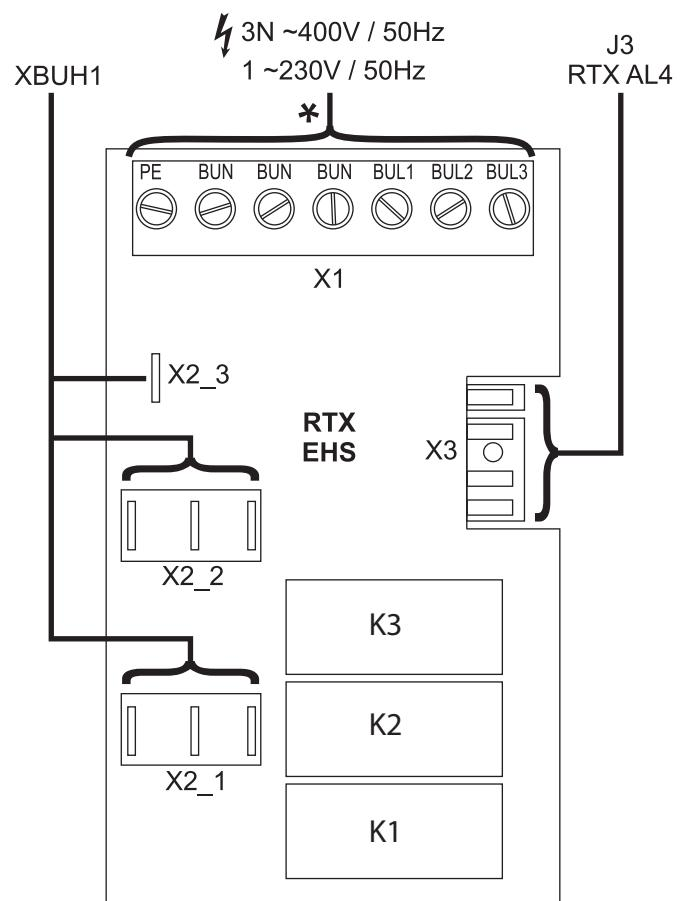

Bild 4-10 Schaltplatine RTX EHS
- Backup-Heater an die Klemmleiste RTXEHS (Bild 4-10) der ROTEX HPSU compact anschließen.